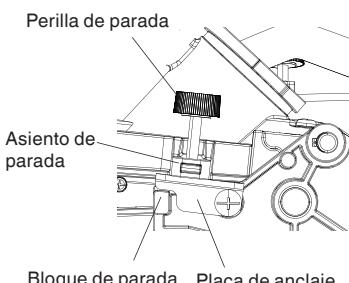

Fig. 19-b
- (1) Para ajustar el desplazamiento de ancho máximo del cabezal de corte, siga los pasos indicados a continuación: (Fig. 19-a)
- (2) Para ajustar el desplazamiento de altura máxima del cabezal de corte, siga los pasos indicados a continuación: (Fig. 19-b)